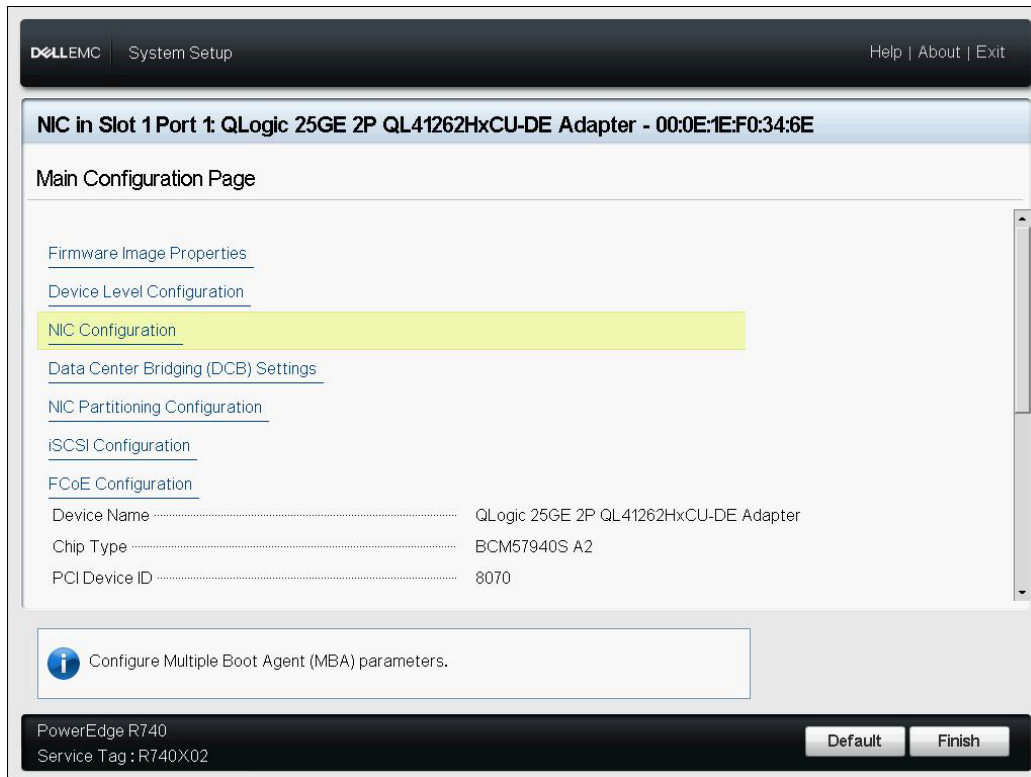

Figure 10-3. Configuration du système : Configuration NIC
4. Sur la page de configuration principale, sélectionnez **Configuration NIC** (Figure 10-3), et appuyez sur ENTRÉE.